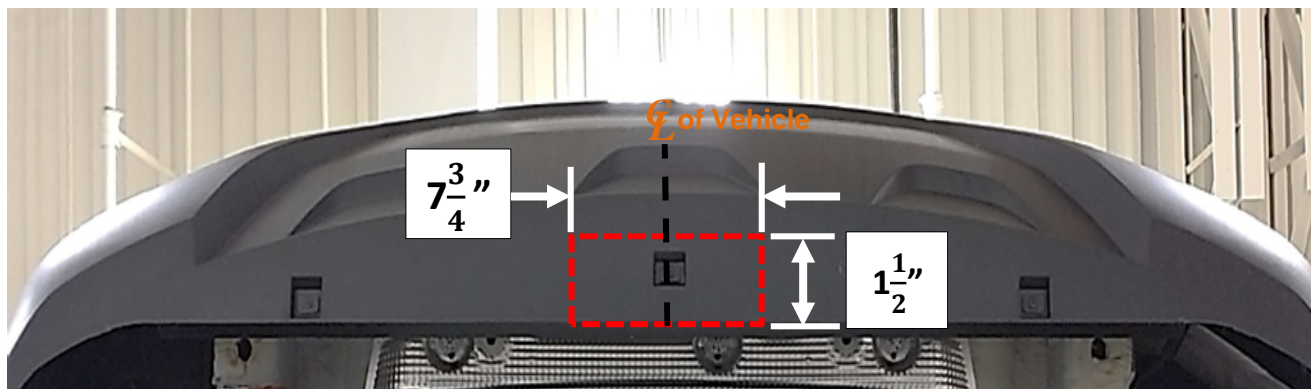

Figure 4
3. **Découper le carénage inférieur** – Avec ruban à mesurer, marqueur et couteau utilitaire, mesurer, marquer et découper le carénage inférieur. Voir la Figure 4.